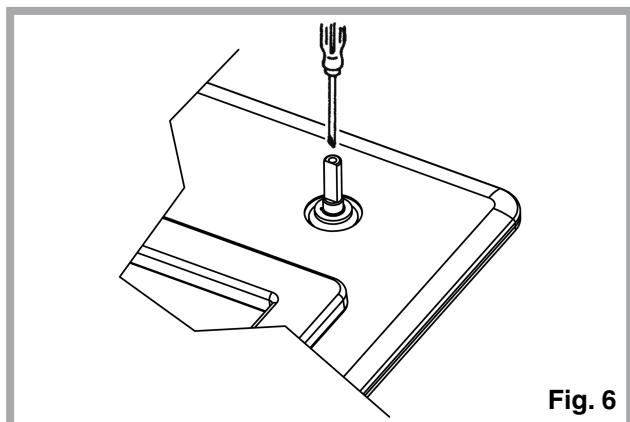

Fig. 6
- voor het afstellen van het minimum met de geschikte schroevendraaier aan de schroef op de kraan (Fig. 6) draaien nadat men deze op de minimumpositie heeft gebracht. Voor GPL (butaan/propan) aandraaien.